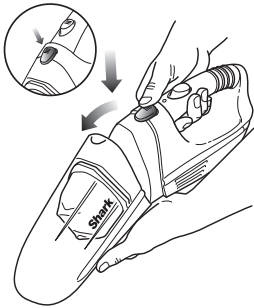

Fig. 1
- 1 Push the dust cup release button and remove the dust cup. **(fig. 1)**
- 1 Appuyez sur le bouton de dégagement du récipient à poussière et retirez celui-ci. **(fig. 1)**
- 1 Presione el botón de liberación del recipiente de la tierra y remuévalo. **(fig. 1)**